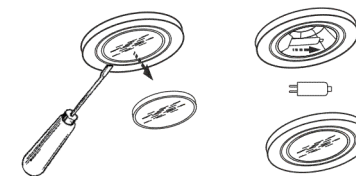

рис. 9
8.6 Замена галогенной лампы (рис. 9):